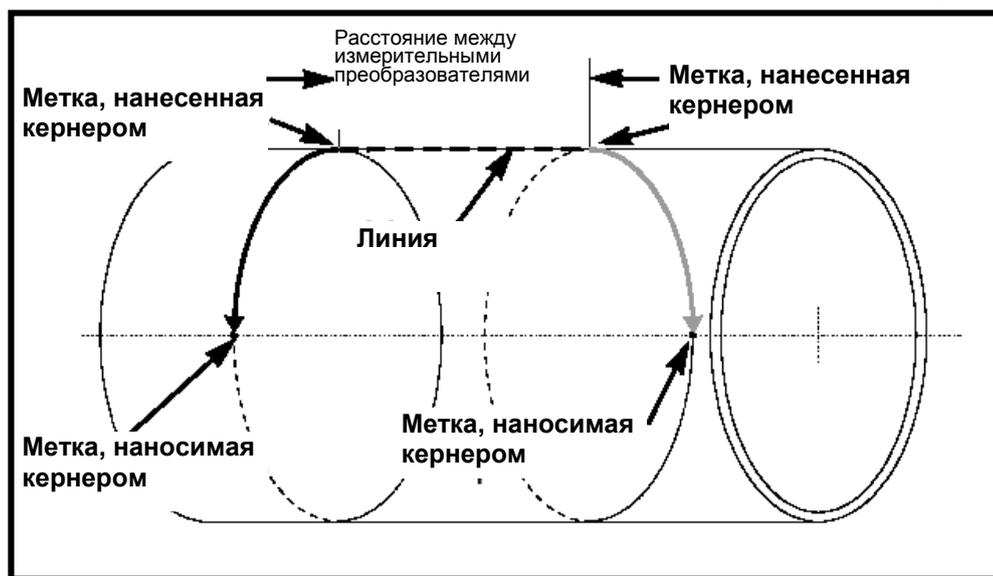

Рис. 29 Метки, нанесенные кернером
4. От одной из отметок отмерьте по окружности трубы расстояние, равное одной четвертой части длины окружности трубы (см. рис. 29 внизу). Используйте кернер для нанесения на трубе метки.